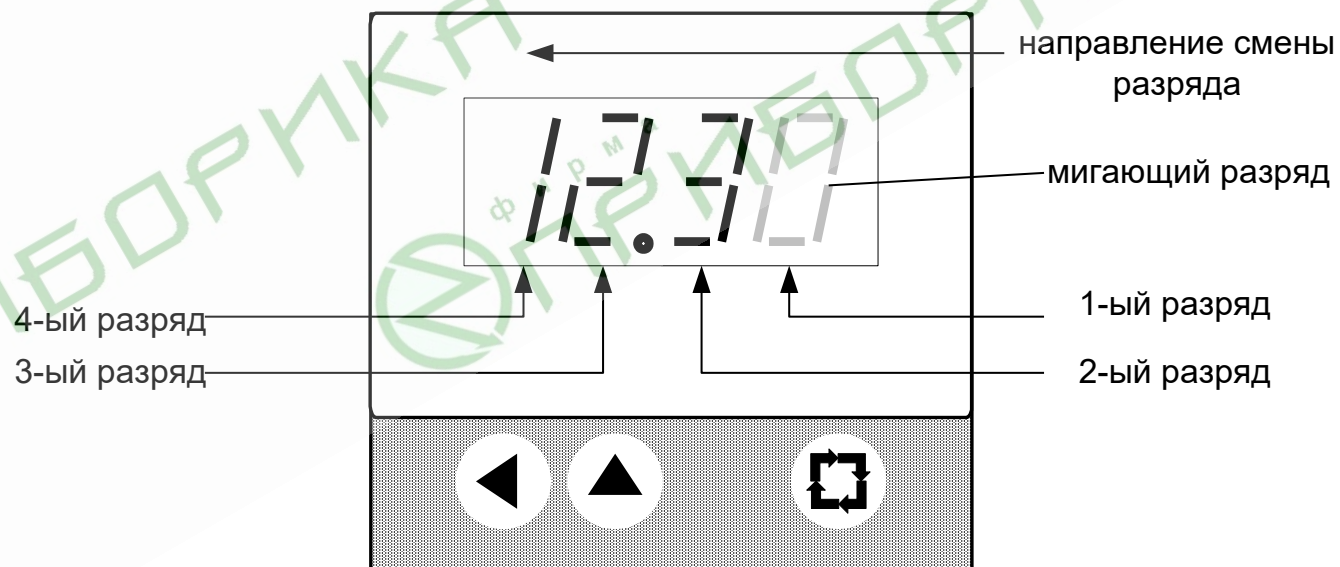

Рис.2.
6.2. В свободном состоянии прибора (при включении или отсутствия манипуляций с ним) на индикаторе отображается текущее время или температура объекта(по выбору – см.ниже). При входе в меню можно производить манипуляции с 7-и группами параметров, разбитых на 7 пунктов основного меню. Все пункты основного меню имеют обозначение начинающиеся с символа «-»(например: «-ЧАС», «-ПРГ»). Каждый пункт основного меню содержит в себе несколько пунктов подменю (например: пункт «-ЧАС» содержит 3 пункта подменю – «Ч.М», «дН.дТ», «Г.М»). В меню «-ПРГ» каждое подменю содержит собственное меню из 4-х пунктов (прил.1). В каждом пункте подменю содержится изменяемый (кроме меню «-РЕС») параметр прибора. Например: «Ч.М» содержит информацию о текущем часе и минуте. Для изменения параметра необходимо войти в режим программирования(см.п.6.3.). В режиме программирования изменение выбранного параметра производится поразрядно (см рис.2). При этом разряд изменяемого параметра мигает. При этом можно перемещаться по разрядам изменяя их значения.